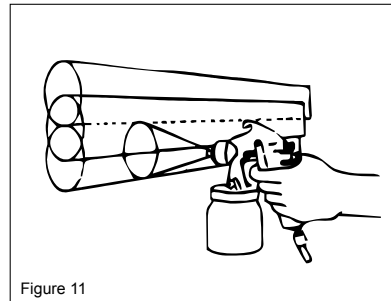

Figure 11
6. La course de chevauchement juste assez pour obtenir une couche unie et fine sur la pièce. (Voir la Figure 11)